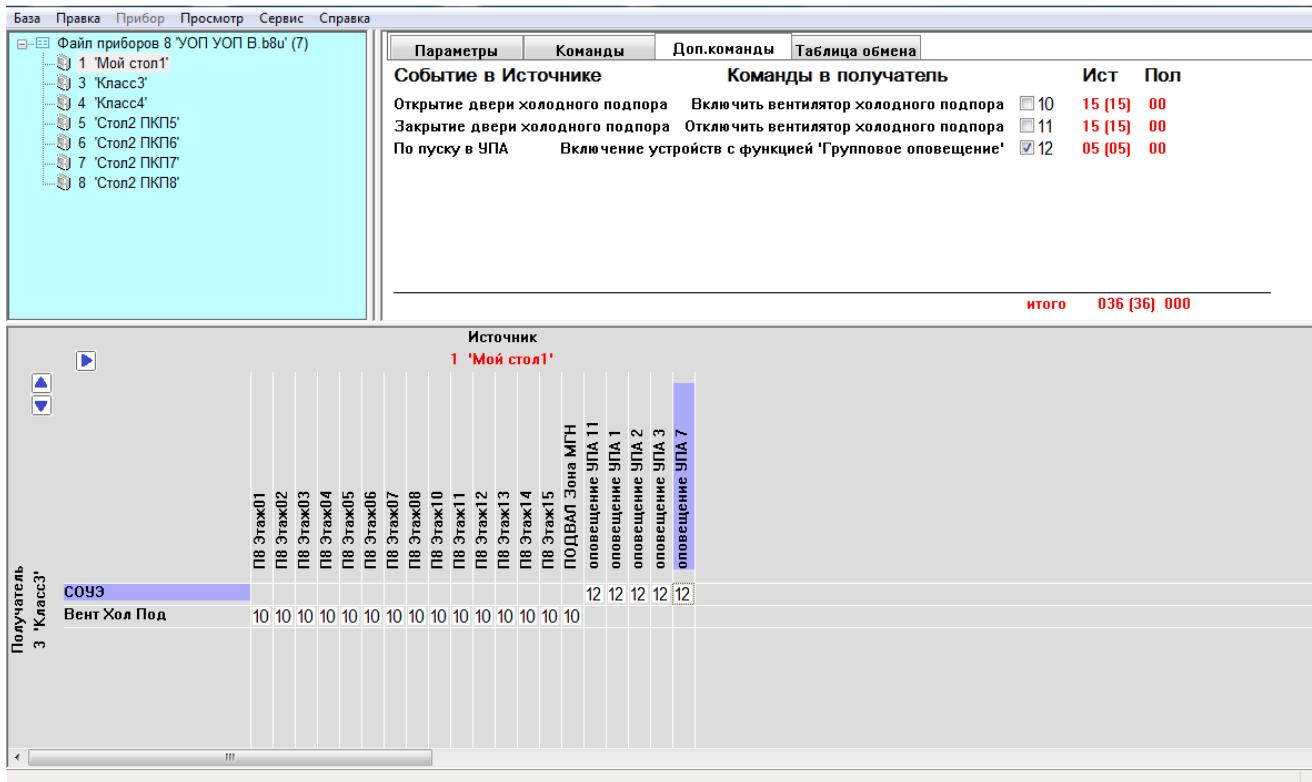

Рис.9. Формирование ТМС с дополнительными командами.
3.10. В закладке «Доп. команды» размещены программные шаблоны специальных функций: управления системой оповещения, общим для нескольких АПКП вентилятором холодного подпора в зоне МГН (рис.9).
Дополнительные команды 10, 11 предназначены для включения/выключения реле исполнительного устройства с установленной функцией «Вентилятор холодного подпора». В приведенном на рис.9 примере после Пуска УПА в АПКП-источнике команда «Вентилятор холодного подпора» передается в АПКП-приемник, и тогда при открытии/закрытии двери холодного подпора в объекте АПКП-источника будет включаться/выключаться реле управления вентилятором в АПКП-приемнике. При этом на ЖК-дисплее АПКП-получателя отображается информация о внешнем включении/выключении вентилятора холодного подпора.
3.11. Команда 12 предназначена для включения реле исполнительного устройства с функцией «Оповещение групповое». Согласно рис.9 данная команда передаётся в АПКП-получатель после Пуска УПА7 в АПКП-источнике, и дается всем управляющим модулям АПКП-получателя с установленной функцией «Оповещение групповое». На ЖК-дисплее АПКП-получателя отображается информация о внешнем включении СОУЭ.